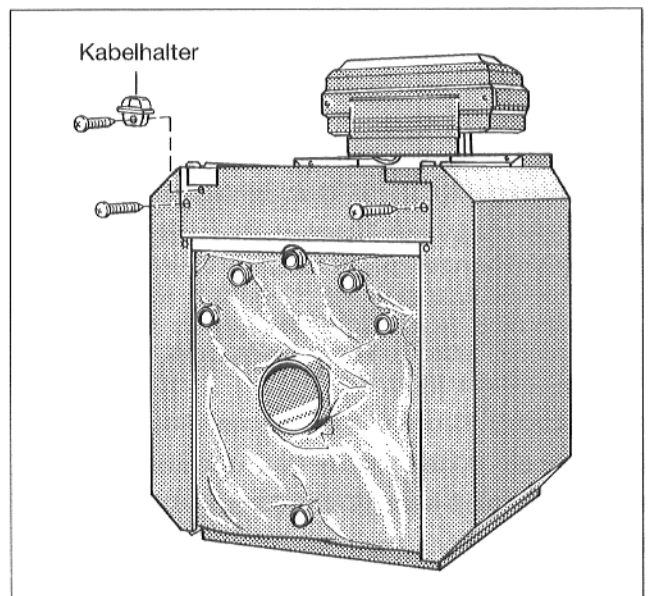

Abb. 19
- Kabelhalter mit Blechschraube links oder rechts an Kesselrückwand anschrauben (Abb. 19).
- Kesselrückwand mit 2 Blechschrauben an Abkantung der Seitenwand anschrauben (Abb. 19).